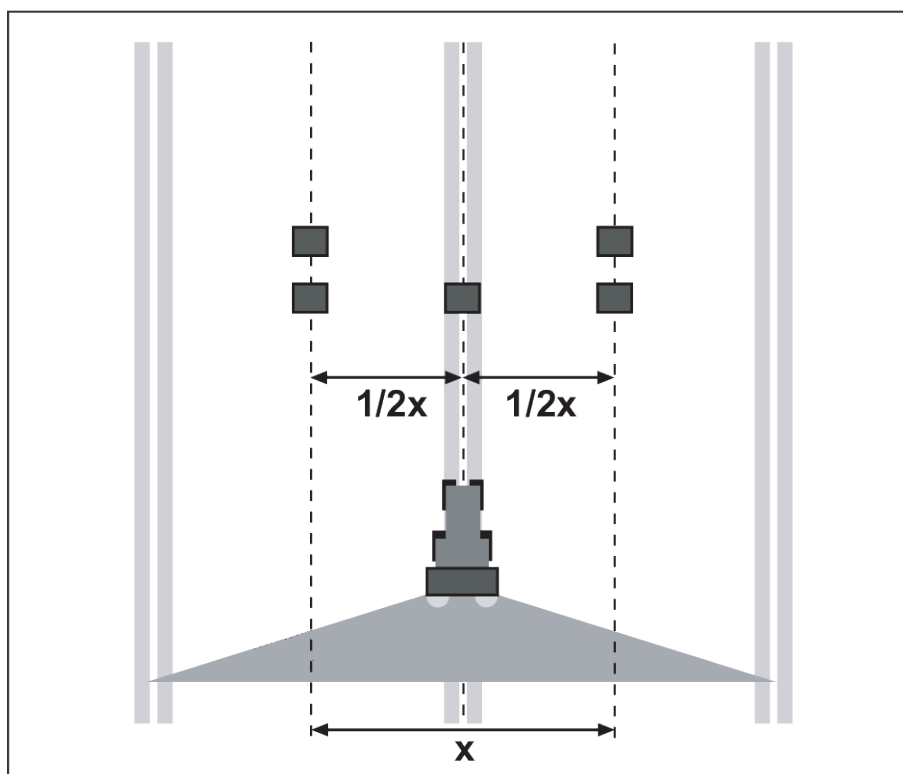

Fig. 51: Poziționarea pentru o singură deplasare
- ▶ Amplasați câte două vase colectoare la distanță de **1 m** unul în spatele altuia în zonele de suprapunere (dintre traseele parcurse de tractor) și un vas colector în traseul de deplasare (ca în Fig. 51)